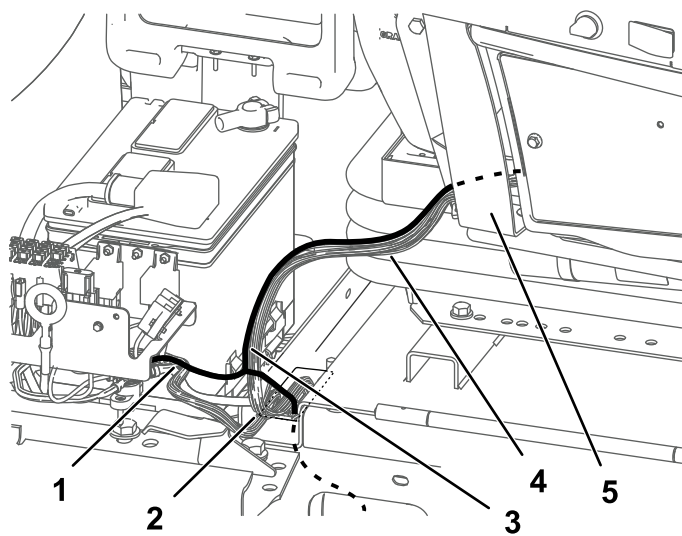

図 22
1. 既存のワイヤハーネスに沿って、ワイヤハーネスを配設し、運転席の後ろのフレーム開口部まで導く図 22。